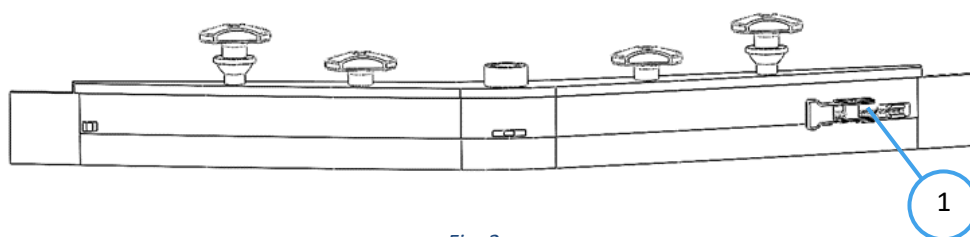

Fig. 2
6. Ouvrez le loquet de l'ensemble de la raclette (Fig 2) et retirez la lame métallique.